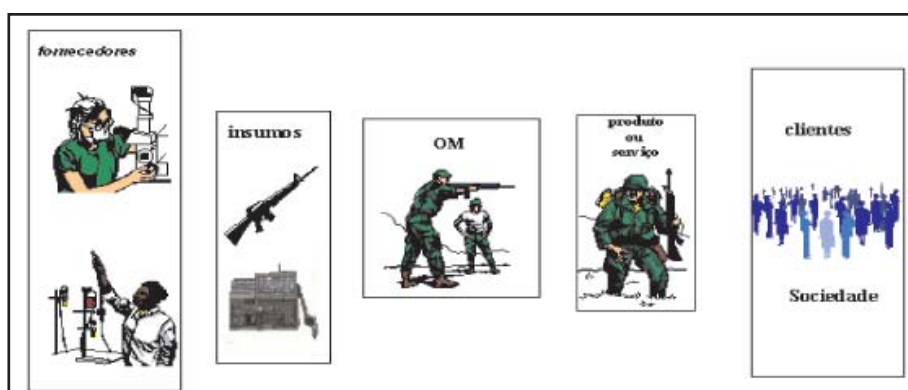

Fig 3.1 – Visão sistêmica
a. Deve-se, nesta fase, reconhecer o sistema no qual o trabalho será desenvolvido, identificar sua constituição e a documentação básica, procurar obter uma idéia preliminar e genérica da complexidade do sistema, conforme visto na (Fig 3.1) e na definição de sistema no glossário.
- (1) - oportunidades “psicológicas” para aplicar a metodologia (momento oportuno);
- (2) - expectativas, ensejos e aspirações do Comando;
- (3) - viabilidade técnica;
- (4) - necessidades críticas da organização, etc.
A seguir apresentaremos uma visão sistêmica da organização militar, conforme a (Fig 3.1).